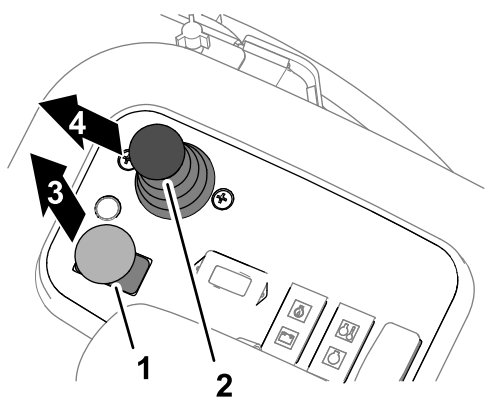

Figura 38
3. Ponga el interruptor de la transmisión de la unidad de corte en la posición de ENGRANADA (Figura 38).